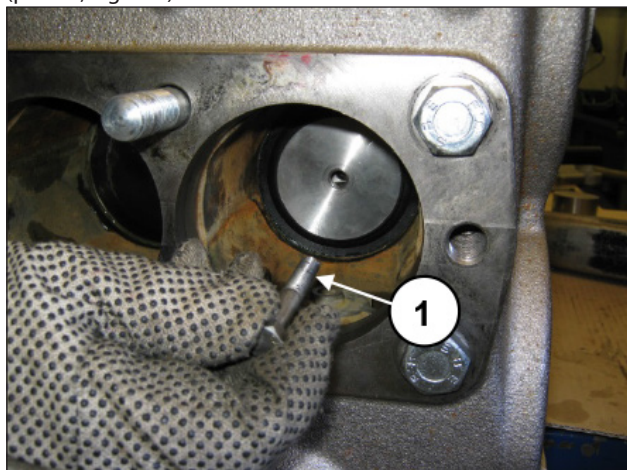
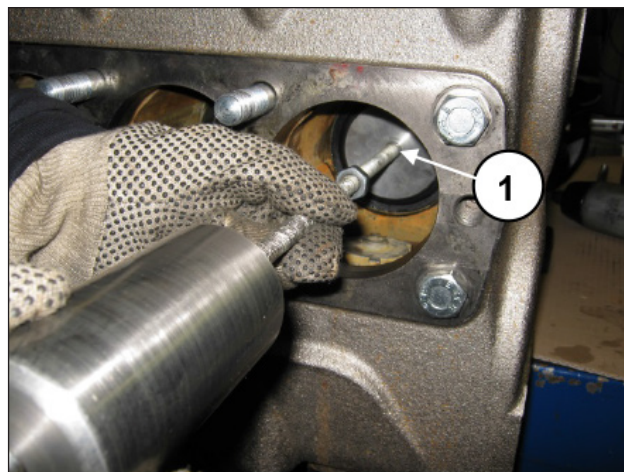

Fig. 126
Fig. 127
Svitare la vite M8 che fissa il gruppo pistone ed estrarla insieme alla bussola fiss. guarnizione (pos. ①, Fig. 126). In caso di necessità è possibile utilizzare il foro M10 per estrarre la bussola fiss. Guarnizione mediante massa battente (pos. ①, Fig. 127).